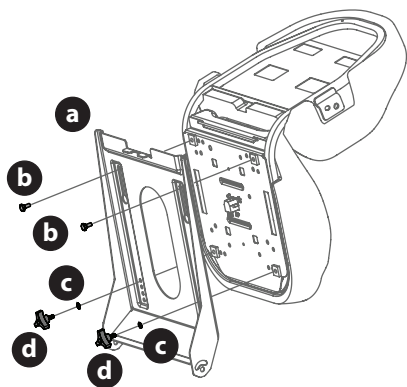

Fig. 5
2. Instale el asiento en la bandeja del asiento (a) usando los herrajes proporcionados (Fig. 5).
- a. Para el asiento que se ajuste con perillas, inserte los pernos (b) en los orificios traseros y trabe la arandela (c) y las perillas (d) en el frente. Ajuste bien (Fig. 5).